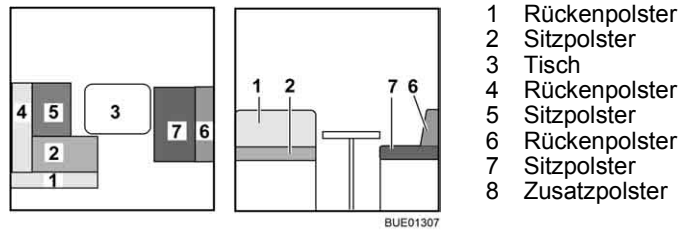

Bild 141 Vor dem Umbau
- Tisch (Bild 141,3) zum Bettunterbau umbauen (siehe Abschnitt 6.11).
- Die Rückenpolster (Bild 141,1 und 4) abnehmen und beiseite legen.